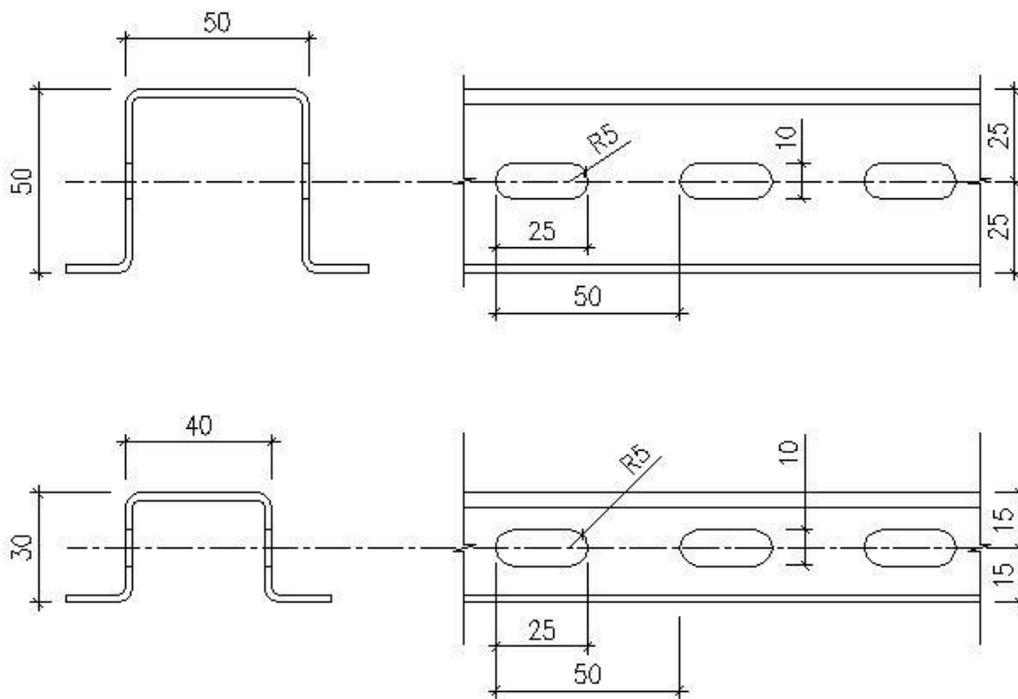

Рис.6 Схема перфорации омега-профиля
1. По боковым стенкам профиля ГПО может быть нанесена сквозная перфорация, в виде отверстий в форме эллипса. Схема перфорации изображена на рис.6. При нанесении на профиль ГПО перфорации, к наименованию профиля прибавляется характеристика «с перфорацией».